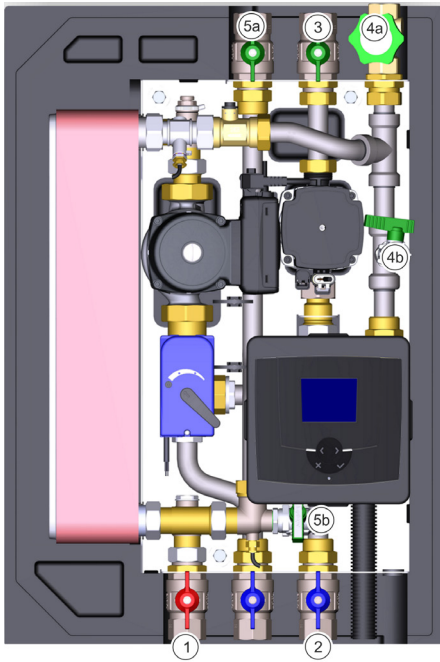

Abb. 26: Ladegruppe
- Anschluss Hauptzuleitung Trinkwasser (Abb. 26/4a oder 4b) langsam öffnen.
- Anschluss Trinkwasserverteilung (warm) (Abb. 26/5a oder 5b) öffnen.
- Wenn vorhanden und bereits angeschlossen, Anschluss integrierte Zirkulation (Abb. 26/3) öffnen.
Primäranschluss Wärmeversorgung Vorlauf (Abb. 26/1) langsam öffnen.
- Primäranschluss Wärmeversorgung Rücklauf (Abb. 26/2) öffnen.